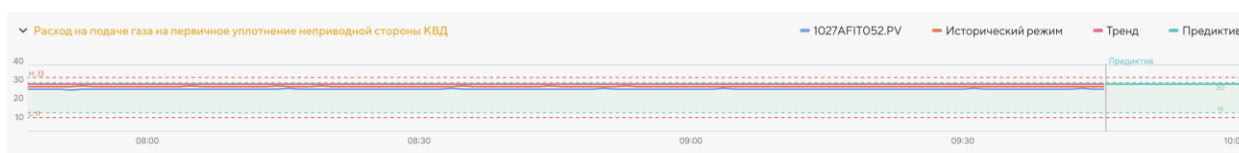

Рисунок 138 — Пример графика при установленных значения Тренд и Исторический режим в поле фильтра «График»
5. В поле фильтра «График» установите необходимое значение: Исторический режим и/или Тренд. На графических элементах появятся новые графики в зависимости от настроек фильтра «График» (Рисунок 138).